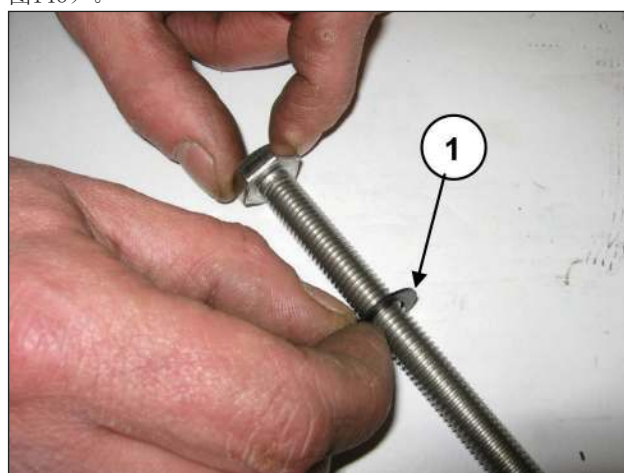

图146
将垫圈010x18x0.9插入活塞固定螺丝（部件号①，图146）。